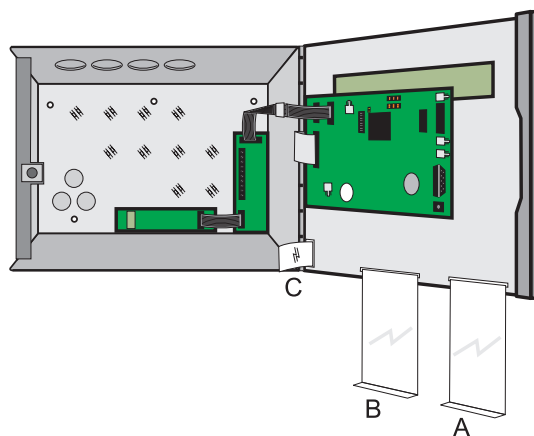

Figura 5 - Ranuras para etiquetas de textos
- En la ranura A (Vease figura 5) doblando la etiqueta hacia atrás por la línea de puntos, para permitir su fijación, inserte la etiqueta de descripción de LEDs en la orientación adecuada.
- En la ranura B (Vease figura 5) doblando la etiqueta hacia atrás por la línea de puntos, para permitir su fijación, inserte la etiqueta de descripción de las teclas de función (No usado en ZXR50P).
- En la ranura C (Vease Figura 5) introduzca la etiqueta con el Logo Morley-IAS, doblandola hacia atrás por la línea de puntos.